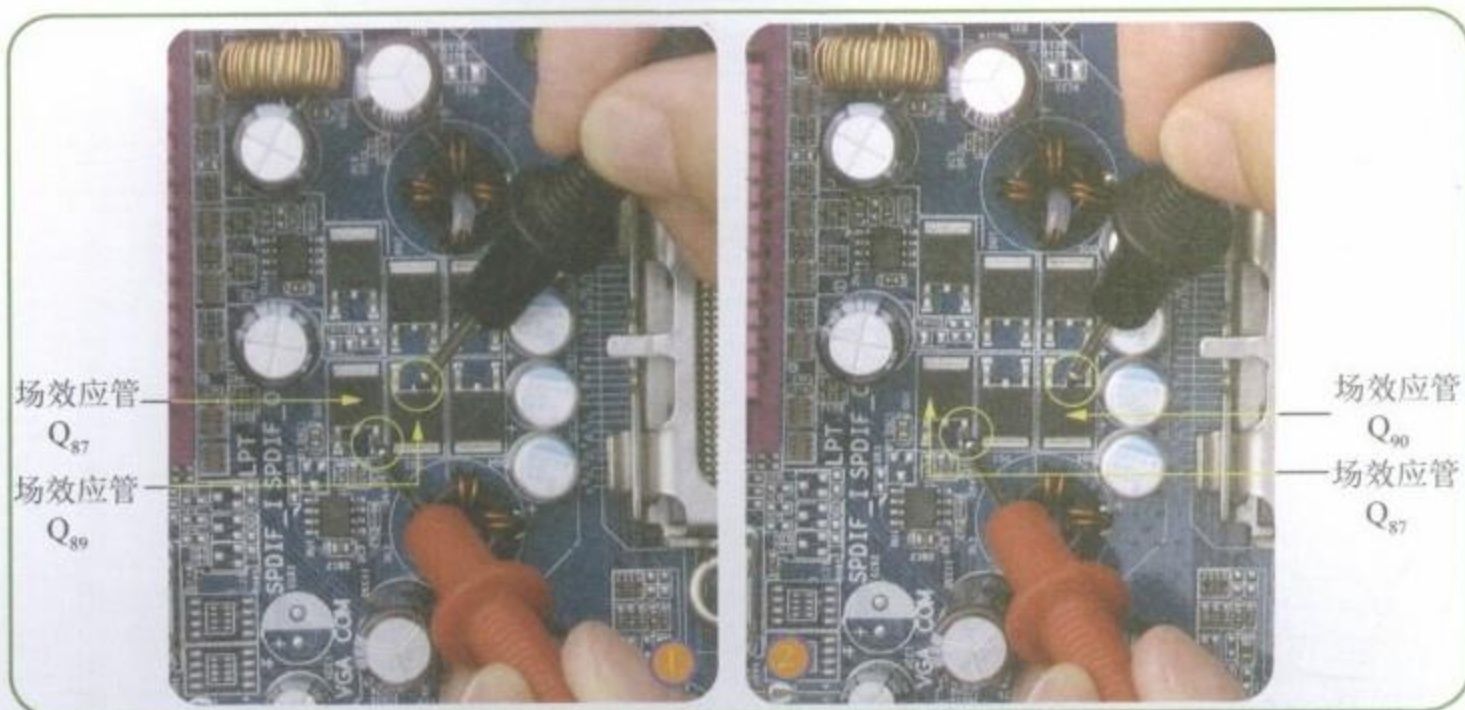

图8-53 测量高端门场效应管与低端门场效应管相连的线路
Step 01 将万用表调到“蜂鸣”挡, 测量高端门场效应管 Q_{87} 的S极与低端门场效应管 Q_{89} 和 Q_{90} 的D极相连的线路, 如图8-53所示。